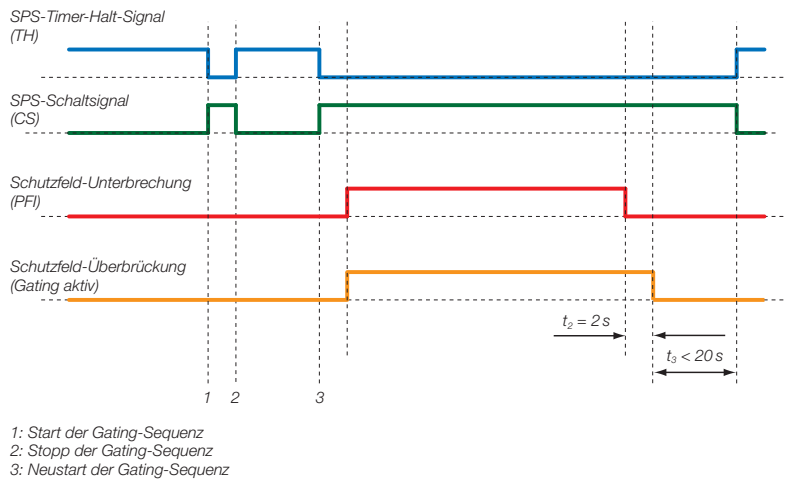

Bild 7: Signalverlauf bei Durchfahrt des Transportgutes durch das Schutzfeld
In diesen Betriebsarten werden zwei Schaltsignale von der SPS mit antivalenten Signalfanken eingesetzt (CS und TH) (Bild 7), die die Gating-Sequenz einleiten und auch den qualifizierten Stopp und Neustart steuern. Das Timer-Halt-Signal (TH) muss innerhalb von 0,5 s mit dem SPS-Schaltsignal (CS) wechseln. Diese Betriebsarten erfordern eine Sicherheits-SPS. Die Timeout-Verlängerung auf 100 Stunden wird unterstützt.